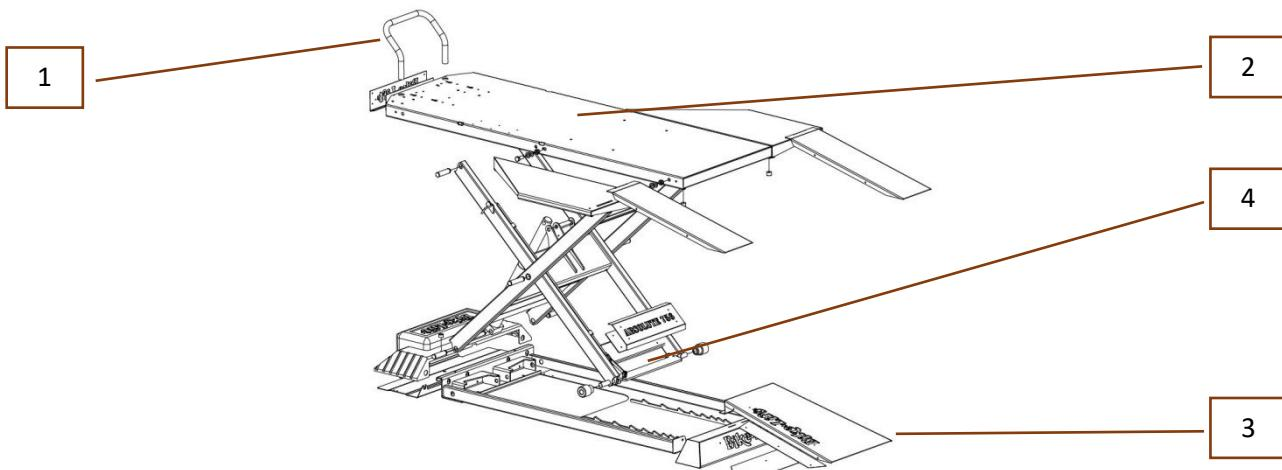

Figura 6- modelo general de elevador
Antes de instalar el vehículo sobre la plataforma, es esencial detener la rueda (Figura 6, [1]), asegurándose de que la superficie de trabajo (Figura 6, [2]) esté **completamente bajada** y que la rampa de ascenso (Figura 6, [3]) esté correctamente posicionada.
Una vez alcanzada la altura de trabajo, bajar un poco el elevador para asegurarse de que la barra de seguridad (Figura 6, [4]) está apoyada contra los bloques de tope; de lo contrario, seguir con la acción de ascenso hasta que la barra no exceda los bloques de detención ubicados en la base del elevador para la cuota de trabajo elegida;
- 3- Actuar sobre la bomba para levantar el elevador a 3 cm aproximadamente , luego desactivar la barra de seguridad (Figura 6, [4]) a través de la palanca especial colocada en el costado. Accionar el comando de descenso